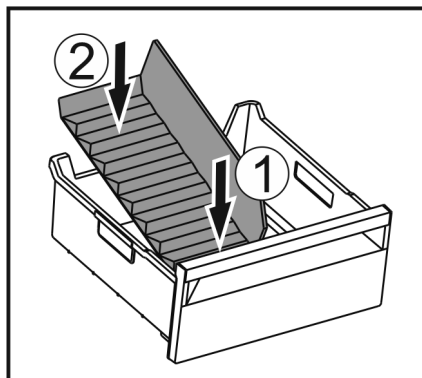

Fig. 71
- ▶ Włożyć przednią część separatora do szuflady na lód. Fig. 71 (1)
- ▶ Tylną część separatora do szuflady na lód opuścić na dno szuflady. Fig. 71 (2)